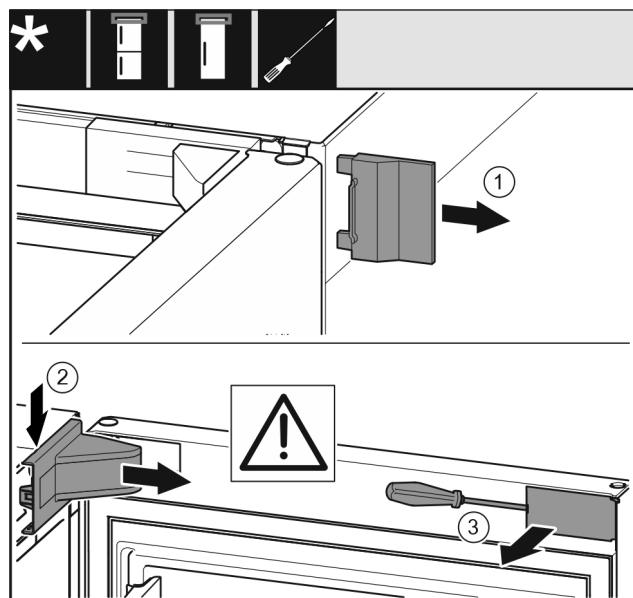

Fig. 12 *
- Снимите внешнюю крышку Fig. 12 (1)*
- При помощи отвертки отцепите крышку опорного кронштейна Fig. 12 (2) и снимите ее.*
- При помощи шлицевой отвертки отцепите накладку Fig. 12 (3) и отведите ее в сторону.*